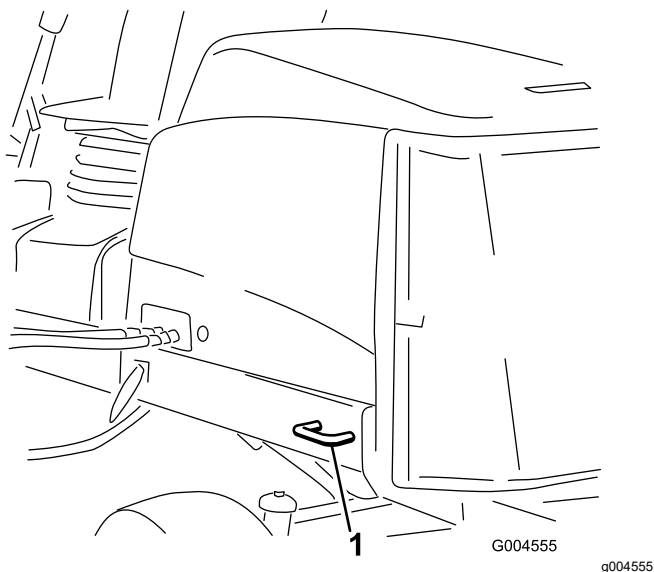

Figura 56
- Traseira – cada lado da máquina na estrutura traseira (Figura 56)